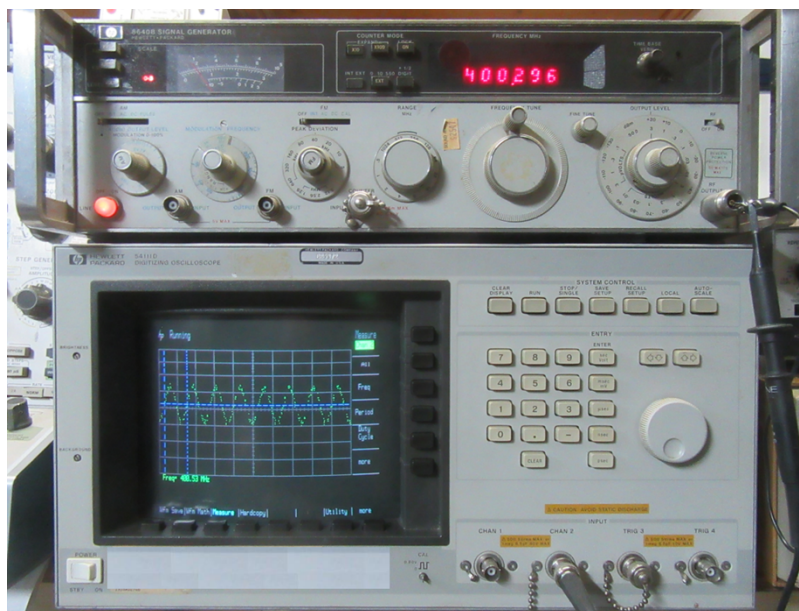

图 24. HP 8640B 信号产生器频率调到 400MHz.
- 7) 看到结果如图 24。HP 54111D 自动显示波形并报告频率测量的结果是 400.53MHz。相当接近。